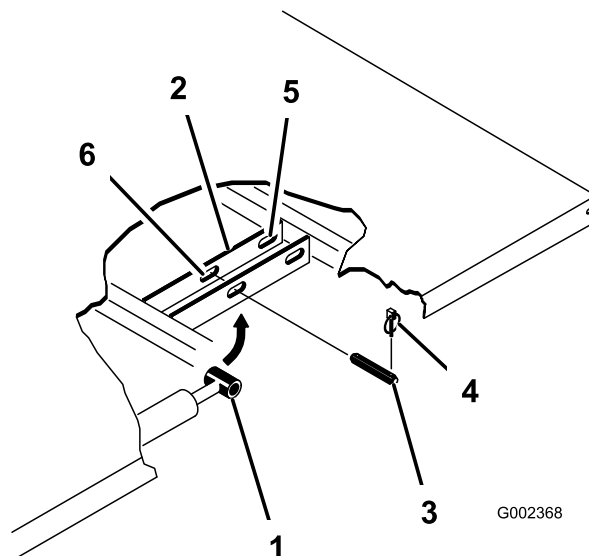

Figura 23
4. Rimuovete i perni con testa che fissano le estremità dell'asta del cilindro alle piastre di montaggio del pianale spingendo i perni verso l'interno (Figura 23).
5. Rimuovete le coppiglie ad anello ed i perni con testa che fissano le staffe orientabili ai profilati del telaio (Figura 23)
3. Rimuovete le coppiglie ad anello dalle estremità esterne dei perni con testa dell'asta del cilindro (Figura 23).